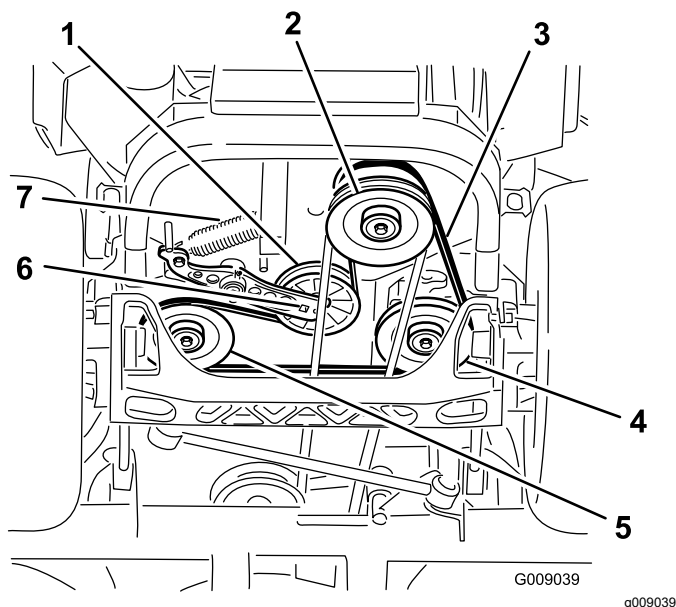

Figure 97
4. Soulevez la machine sur des chandelles (Figure 97).
5. Insérez un rochet dans le trou carré du bras de la poulie de tension pour déposer le ressort de la poulie de tension (Figure 97).
6. Décrochez le ressort de tension sur le cadre (Figure 97).
9. Insérez un rochet dans le trou carré du bras de tension pour installer le ressort de la poulie de tension sur le cadre (Figure 97).